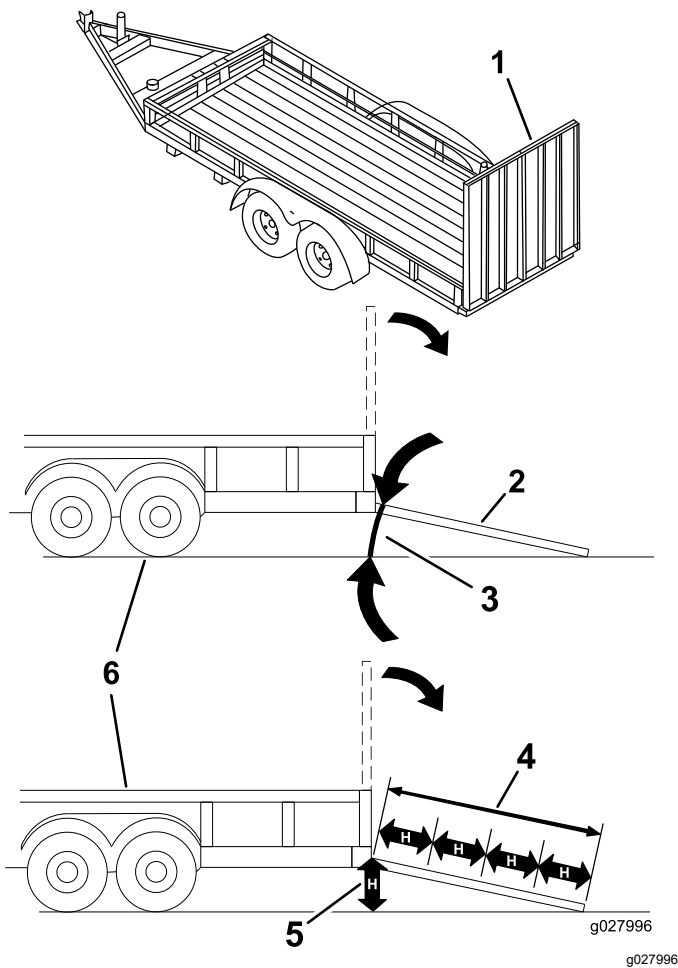

Figura 27
El cargar la máquina en un remolque o un camión aumenta la posibilidad de un vuelco y podría causar lesiones graves o la muerte (Figura 27).
1. Baje la rampa, asegurándose de que el ángulo entre la rampa y el suelo no supera los 15 grados (Figura 27).